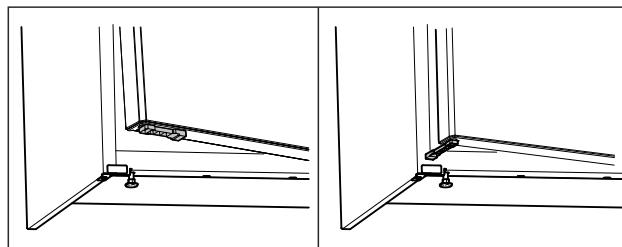

Fig. 63 *
- Okrenite graničnik otvaranja vrata za 90°. (pogledajte Fig. 63) *